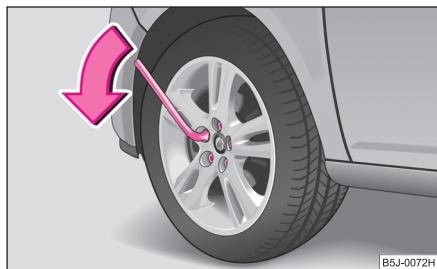

Fig. 162 Înlocuirea roții:
- Prindeți cu mâna capătul cheii și rotiți șurubul cca. **o** rotație spre stânga ⇒ fig. 162.